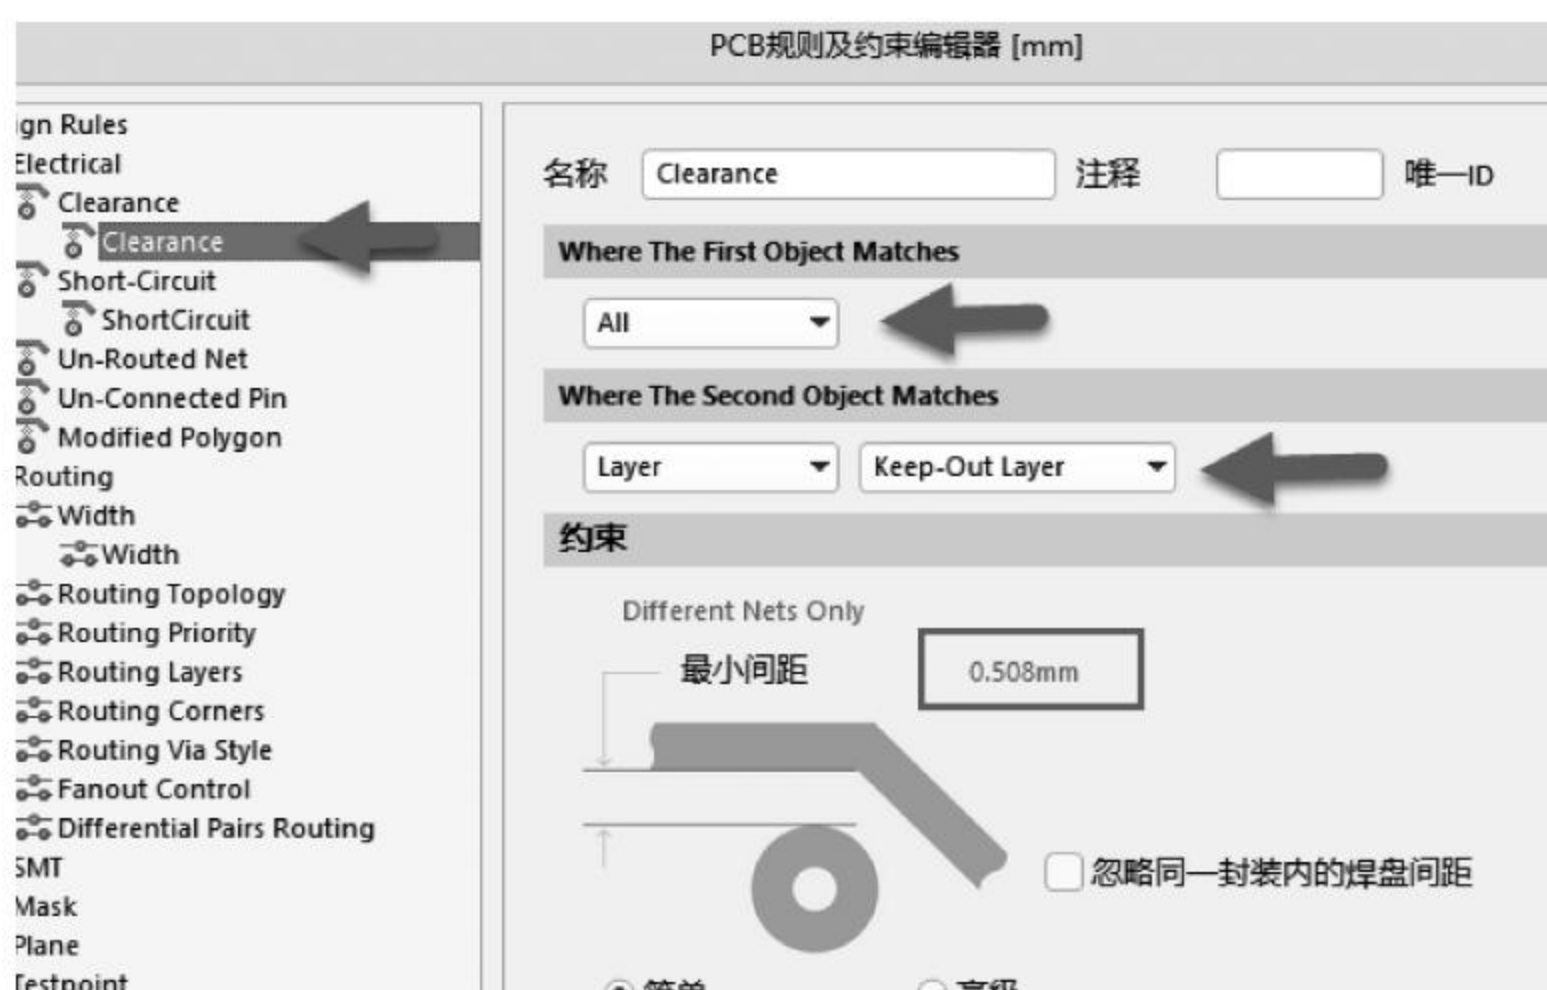

图 8-71 Keep-Out 的间距设置
**解:** 这属于规则设置问题。按快捷键 D+R,打开 PCB 规则及约束编辑器,按照图 8-71 所示进行设置即可。